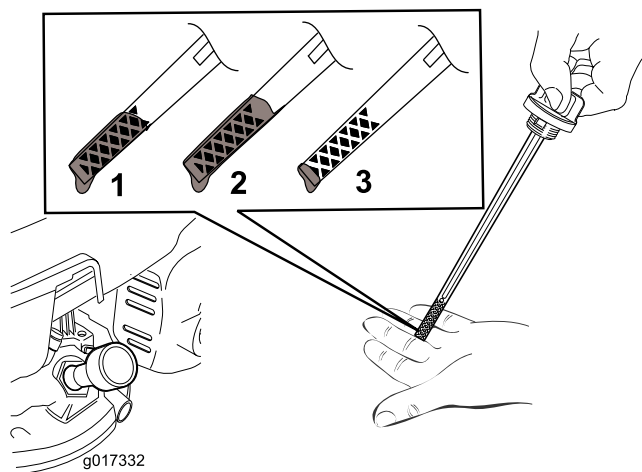

Рисунок 12
2. Извлеките масломерный щуп, повернув крышку против часовой стрелки и вытянув его (Рисунок 12).
5. Определите уровень масла по отметкам на щупе (Рисунок 12).
- Если уровень масла по щупу слишком низкий (Рисунок 12), осторожно залейте небольшое количество универсального минерального масла SAE 10W-30, не ниже SJ по классификации API, в маслозаливную горловину, подождите 3 минуты и повторите действия, описанные в пунктах с 3 по 5, чтобы довести масло до требуемого уровня по щупу.
- Если уровень масла по щупу слишком высокий (Рисунок 12), слейте излишек масла, пока не будет достигнут правильный уровень по щупу; см. раздел Замена масла в двигателе \(страница 17\).